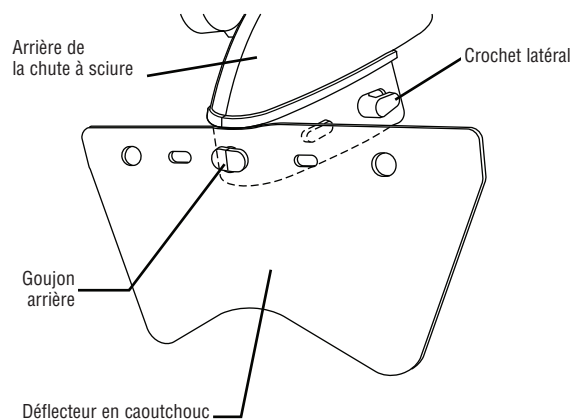

Figure 9.
**Retrait du déflecteur** – Tirez sur l'une des languettes du déflecteur vers le devant puis latéralement jusqu'à ce qu'elle ressorte de l'un des crochets latéraux de la chute à sciure (voir Figure 9). Décrochez le côté opposé. Puis décrochez le déflecteur du goujon arrière de la chute en tirant dessus et en l'étirant jusqu'à ce qu'il s'en sépare. REMARQUE : le retrait du déflecteur réduit la capacité de collecte de la sciure.